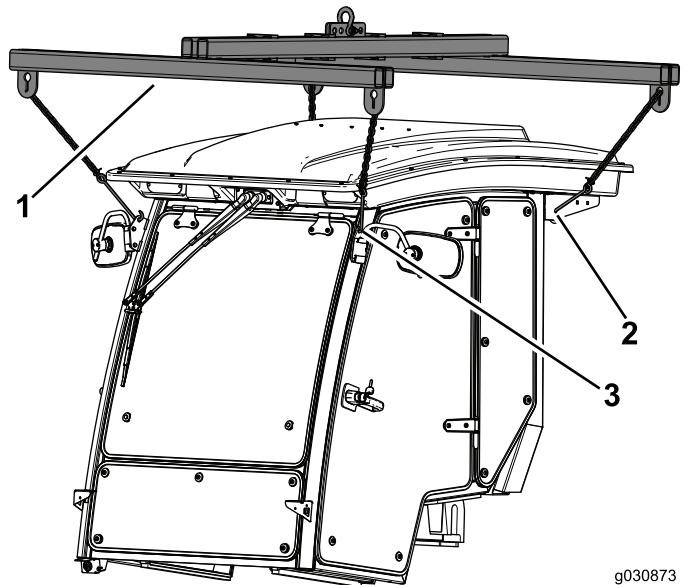

Figura 64
- 1. Utilice los cuatro puntos de elevación para sujetar la cabina por encima de la máquina (Figura 64).